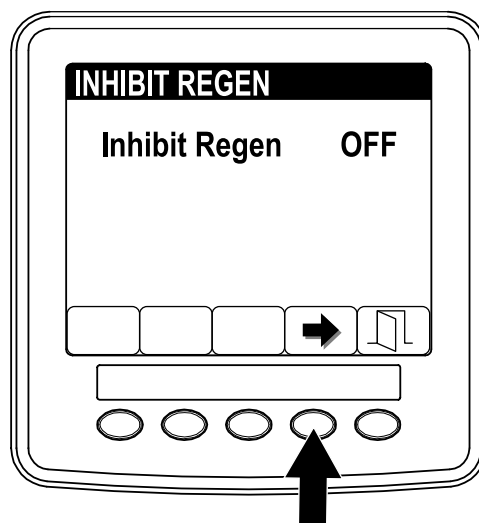

Figure 44
3. Appuyez sur le bouton 4 pour changer l'option d'interdiction de régénération de On (activée) à Off (désactivée) (Figure 44) ou inversement.